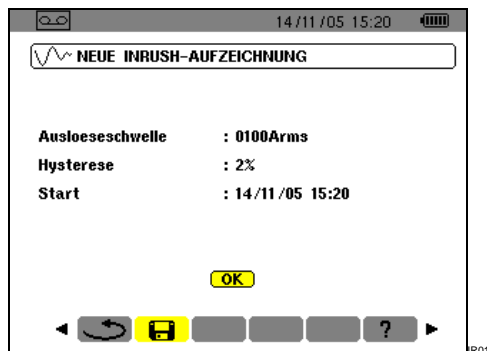

Abbildung 59: Parametrierung der Inrush Aufnahme
1. Kehren Sie von der Seite *Neue Inrush Aufnahme* (Abbildung 59) durch Druck auf ◀ zur Seite *Inrush Modus* zurück.